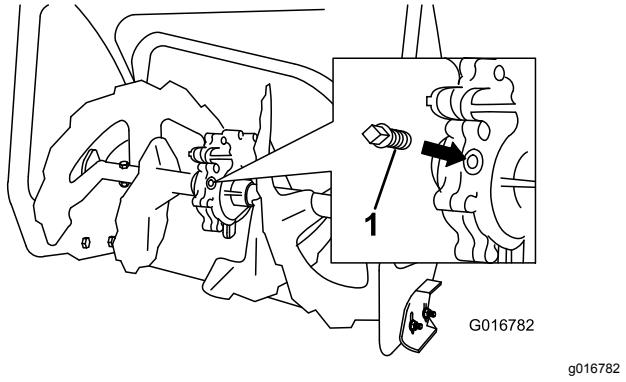

Bild 47
2. Reinigen Sie den Bereich um den Rohrverschluss (Bild 47).